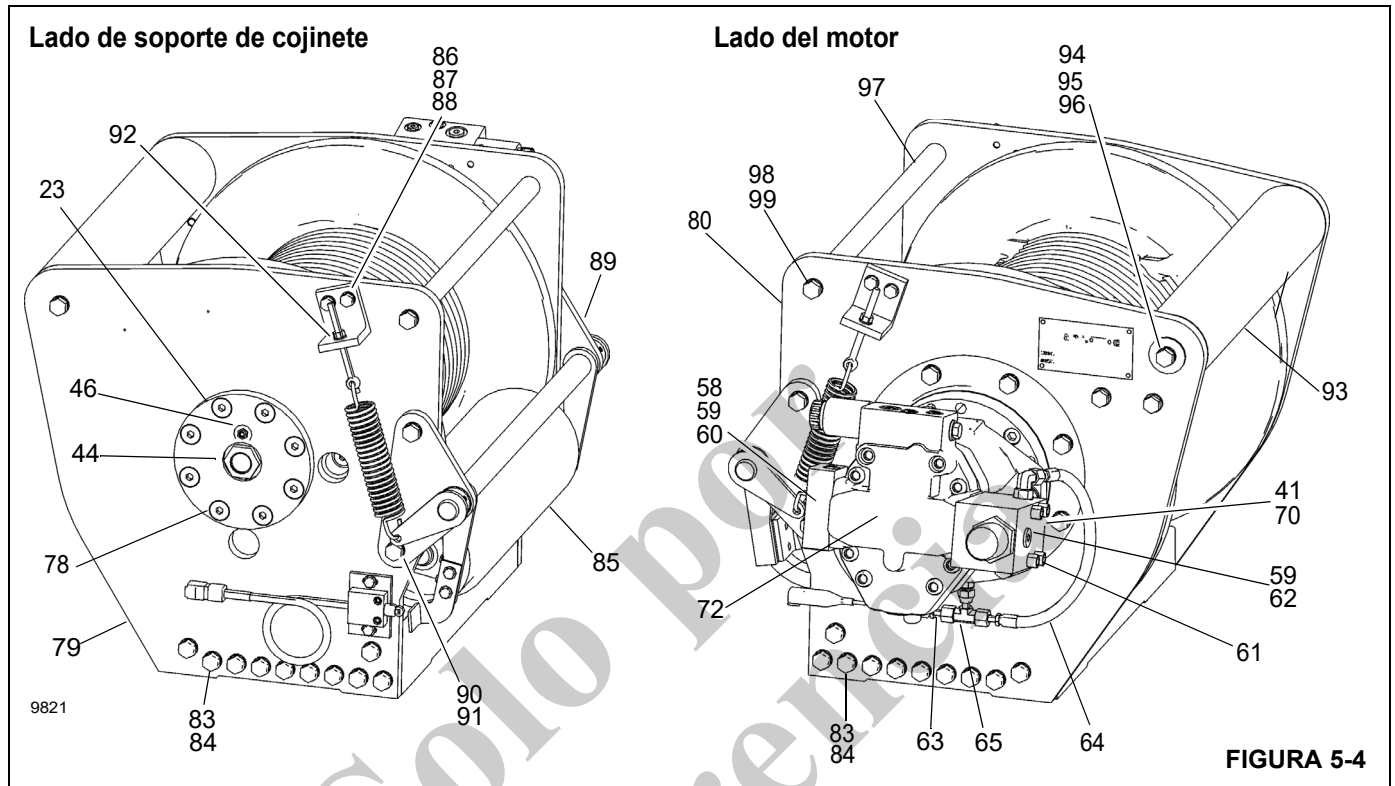
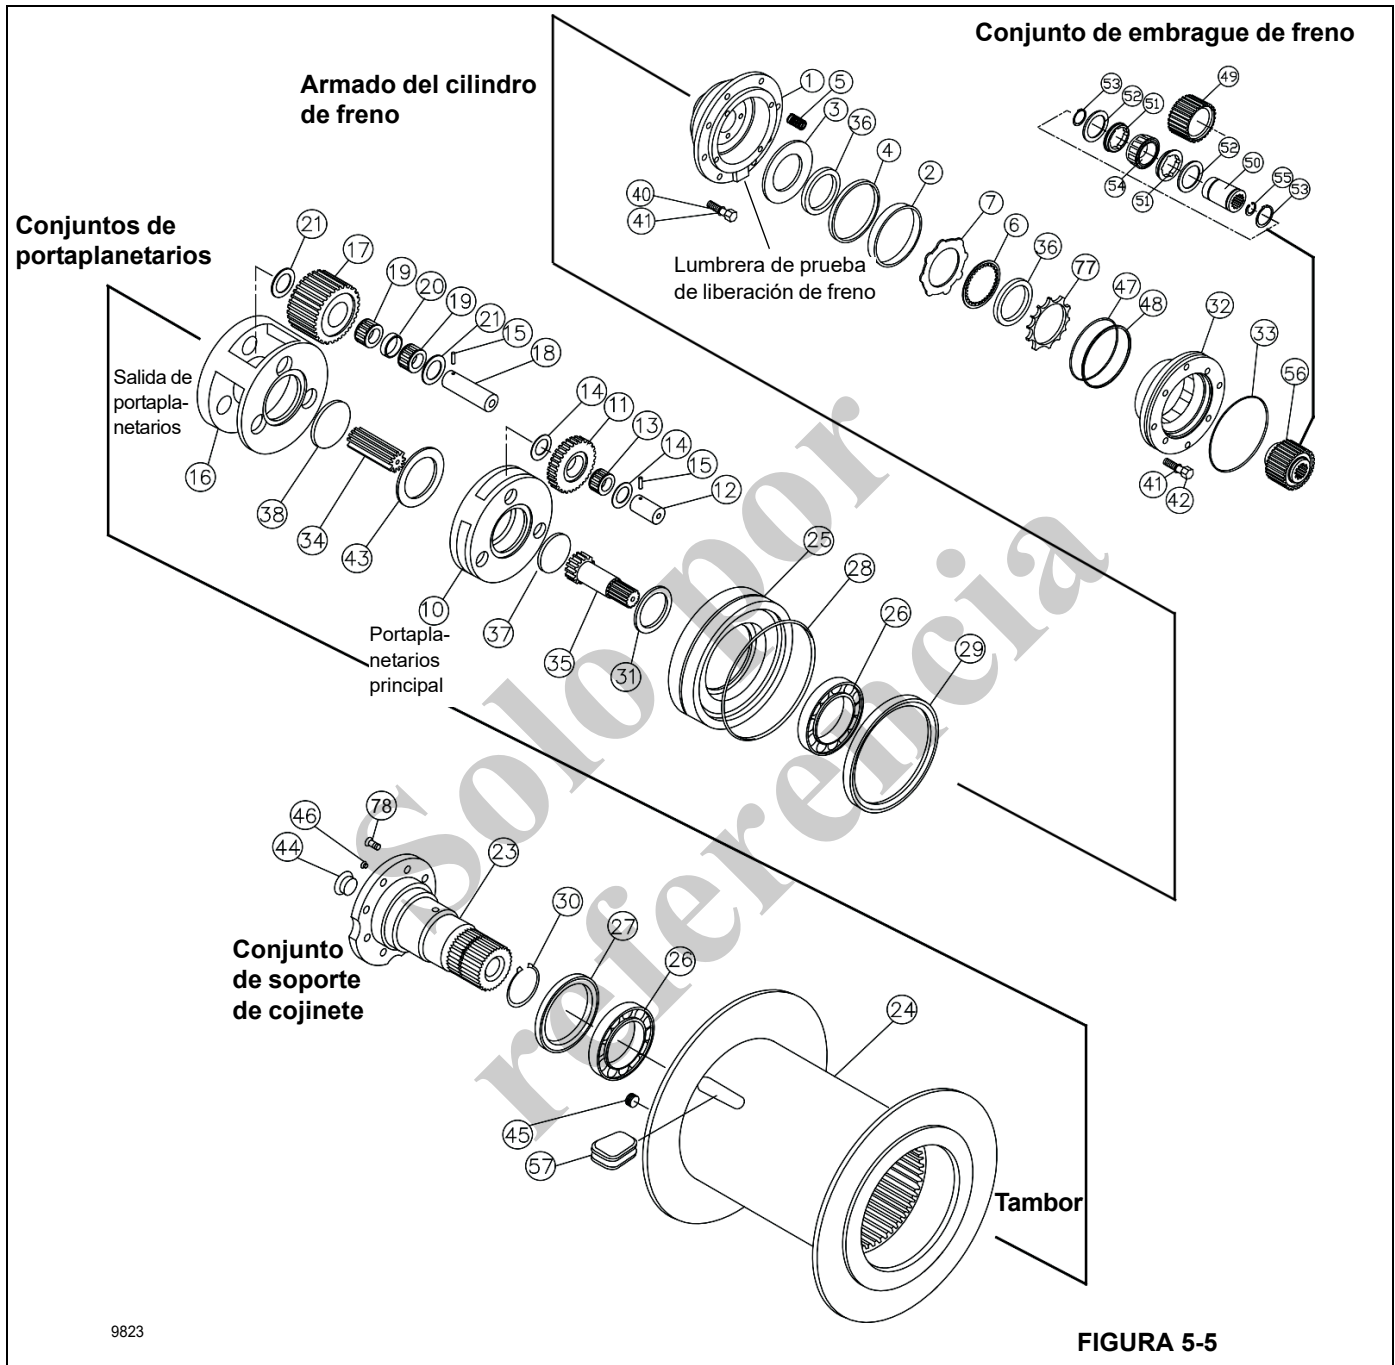

FIGURA 5-4
FIGURA 5-5
Consulte la Figura 5-4 y Figura 5-5 y la lista de piezas del malacate en la página 5-8 para desarmar el malacate.
3. Retire el conjunto de rodillo (85, Figura 5-4). Para obtener más información, consulte *Conjunto de rodillo*, página 5-10.
5. Retire la mirilla de nivel de aceite (44).
6. Retire el tapón de ventilación (46).
8. Marque y retire las mangueras hidráulicas (63 y 64) que conectan la válvula del freno (62) y el colector (60) al cilindro del freno (1).
9. Retire los pernos (70) y las arandelas de seguridad (41) que sujetan el motor (72) y levante el motor para retirarlo del malacate. Retire y deseche el anillo "O" (33) instalado en el piloto del motor.
10. Marque y retire las mangueras (63 y 64) y los adaptadores (65) de la lumbrera de liberación del cilindro del freno.
11. Retire el conjunto de embrague del freno (56, Figura 5-5) del soporte del motor (32). Consulte *Embrague de freno*, página 5-12 para obtener información adicional.
12. Retire los pernos (42) y las arandelas (41) del soporte del motor e instale dos pernos y un tramo corto de cadena en los agujeros para pernos de montaje del motor. Usando la cadena como manija, levante el soporte del motor para retirarlo del cilindro del freno cuidando de no dañar las superficies de sellado. Retire y deseche el anillo "O" (47) y el anillo de respaldo (48) del soporte del motor (32). Consulte *Cilindro de freno*, página 5-10 para obtener información adicional. Observe la ubicación de la lumbrera de liberación del freno en relación al malacate antes de retirar el cilindro de freno.
13. Retire los pernos (40) y las arandelas (41) del cilindro de freno e instale dos pernos y un tramo corto de cadena en los agujeros para pernos de montaje del soporte del motor. Usando la cadena como manija, levante el cilindro del freno (1) para sacarlo del tambor y la base, con cuidado de no dañar las superficies de sellado o de los cojinetes. Consulte *Cilindro de freno*, página 5-10 para obtener información adicional.
14. Retire la placa del extremo del motor (80).
15. Usando dos palancas con talón colocadas entre el portaplanetarios principal y el cierre del tambor, apalanque hacia arriba para retirar el cierre del tambor (25). Retire y deseche el anillo "O" (28) de la parte exterior del cierre del tambor (25). Algunos cierres de tambor tienen agujeros de elevación roscados de 3/8-16 que se pueden usar en lugar de las palancas con talón.
16. Retire el sello (29) y el cojinete (26) de la parte interior del cierre.
17. Retire el engranaje solar principal (35) y la arandela de empuje (31) del portaplanetarios principal (10).
18. Retire el portaplanetarios principal (10) del tambor. Consulte *Grupo de planetarios*, página 5-11 para obtener información adicional.
19. Retire el engranaje solar de salida (34) y la arandela de empuje (43) del portaplanetarios de salida (16).
20. Retire el portaplanetarios de salida (16) del tambor. Consulte *Grupo de planetarios*, página 5-11 para obtener información adicional.
21. Coloque el malacate sobre el extremo del motor, con el soporte de cojinete hacia arriba. Retire ocho pernos de soporte del cojinete (78, Figura 5-4) y el soporte del cojinete (23, Figura 5-4 y Figura 5-5) teniendo cuidado de no dañar las superficies de sellado o del cojinete.
22. Deslice el tambor fuera de la base, colóquelo en un banco de trabajo y retire el sello (27) y el cojinete (26) del extremo del soporte.
14. Instale las mangueras (63 y 64, Figura 5-4) y adaptadores (65) en la lumbrera de liberación del cilindro del freno.
16. Engrane el eje del motor con la pista interior del embrague del freno y baje el motor a su lugar. Apriete los pernos (70) y las arandelas de seguridad (41) al par de apriete recomendado.
17. Instale las mangueras (63, 64, Figura 5-4) que conectan el colector (60) y la válvula del freno (62) al cilindro del freno (1).
18. Instale el conjunto de rodillo (85). Para obtener más información, consulte *Conjunto de rodillo*, página 5-10.
20. Instale la mirilla de nivel de aceite (44).
21. Instale el tapón de ventilación (46)
Tabla 5-1 Lista de artículos del malacate (Figura 5-5)